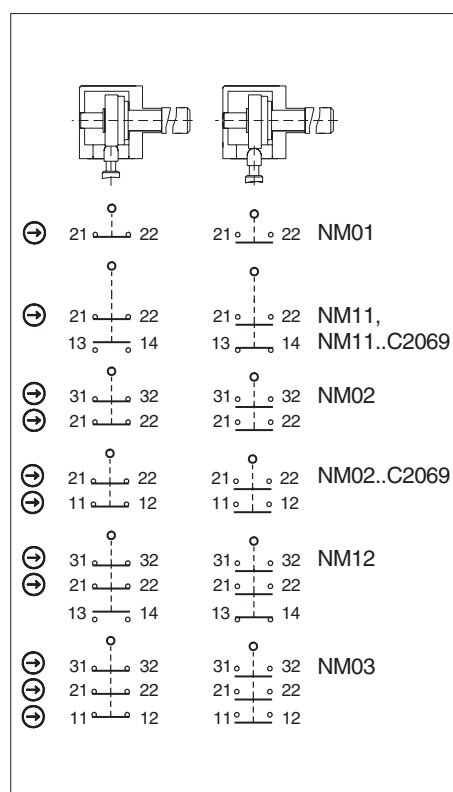

Figure 3 : Éléments de commutation et fonctions de commutation
Utiliser au moins un contact  $\Rightarrow$ . Celui-ci signale la position du protecteur (affectation des contacts, voir Figure 3).
3. Effectuer le raccordement et serrer les bornes au couple de 0,5 Nm (affectation des contacts, voir Figure 3).